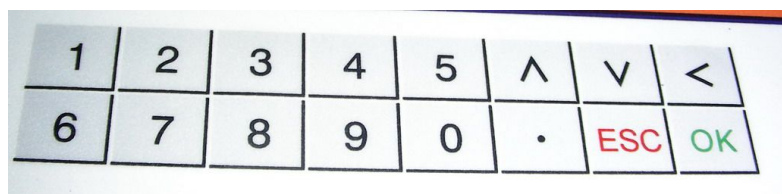

图 3 按键
4) 右下方展示了仪器的面板键盘, 接盘结构如图 3 所示, 详细的按键功能如下。